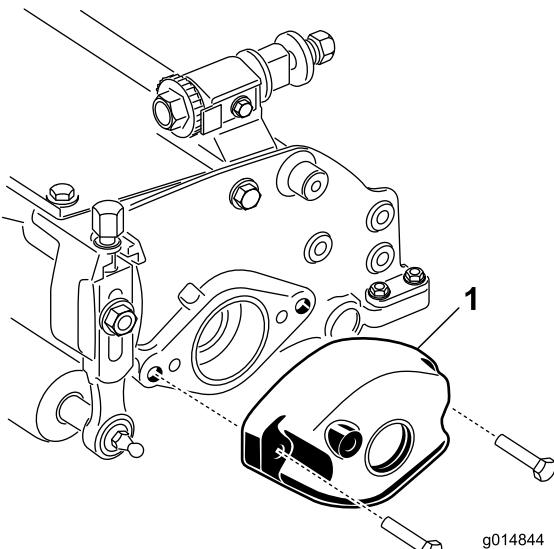

Figura 7
1. Remova os 2 parafusos que fixam o contrapeso à extremidade esquerda da unidade de corte. Remova o contrapeso (Figura 7).